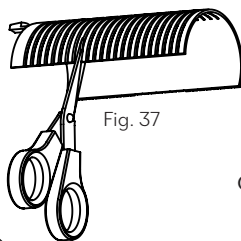

Fig. 37
- Corte con cuidado el inserto a lo largo de este surco con tijeras (fig. 37)